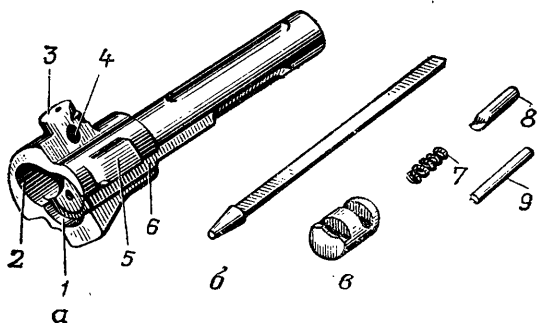

Рис. 32. Затвор:
**17. Затвор** (рис. 32) служит для досылания патрона в патронник, закрывания канала ствола, разбивания капсюля и извлечения из патронника гильзы (патрона).